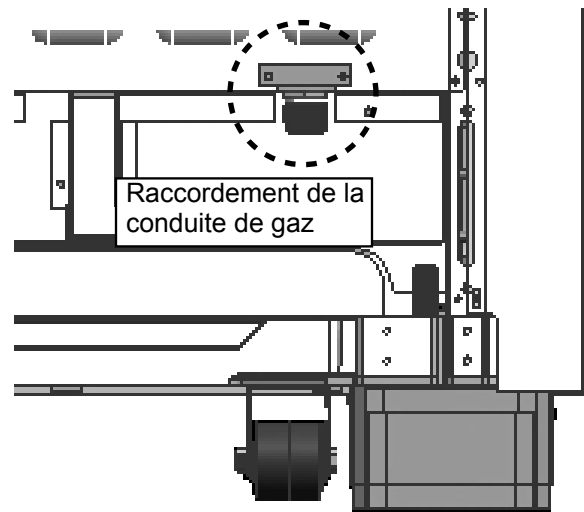

FIGURE 12: RACCORDEMENT DU CONNECTEUR DE LA CONDUITE DE GAZ
- Utilisez un tuyau à gaz souple de ¾ po (19 mm) entre l'approvisionnement en gaz et le tuyau d'arrivée de l'appareil, lequel est situé à l'arrière de l'appareil, en bas à droite. Le filetage externe du tuyau d'arrivée de gaz de l'appareil est de type NPT ¾ po (19 mm) et le filetage interne est de type NPT ½ po (13 mm) (voir Figure 12). Prenez garde de ne pas sertir le tuyau souple de ¾ po (19 mm) en le pliant. La longueur recommandée pour le tuyau souple est de 48 po (1219 mm). Veuillez toutefois consulter les codes locaux pour en connaître les exigences avant de procéder à l'installation.